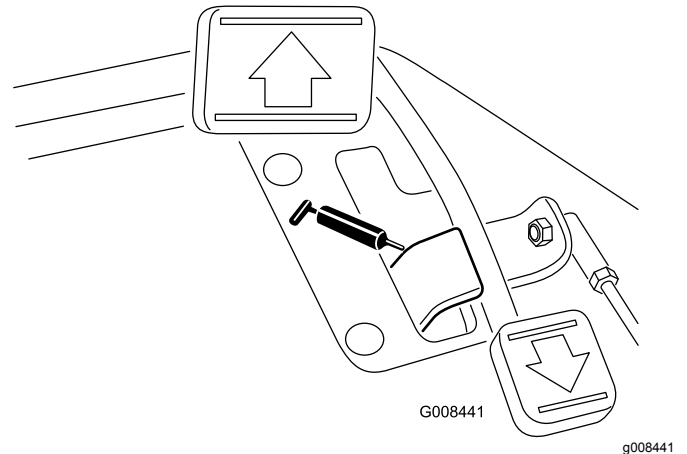

Figure 30
- Pivot de pédale de déplacement (1) (Figure 30)